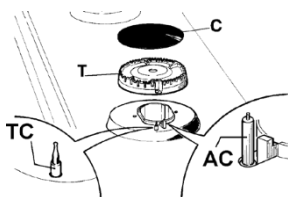
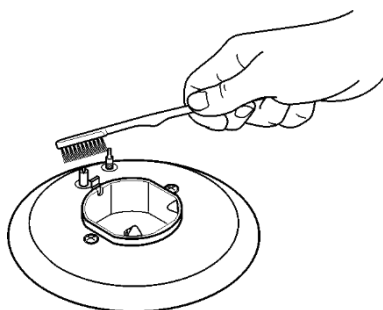

рис. 6
рис. 8
Періодично мийте гарячу плиту, емальовані решітки, емальовані кришки пальників «А», «В» і «С» та коронки пальників «Т» (див. рис. 6-7) в теплій воді з милом. Також слід чистити іскровий запальник «АС» та захист від витoku газу «ТС» (див. рис. 6). Акуратно очистіть їх за допомогою нейлонової щітки, як показано на малюнку (див. рис. 8), і залиште до повного висихання. Не мийте в посудомийній машині. Очищайте елементи кухонної плити, коли вони охолонуть. Уникайте тривалого впливу на емальовані поверхні оцту, кави, солоної води, лимонного та томатного соку – ризик знебарвлення емалі. Не чистіть за допомогою металевих абразивних губок, абразивних порошків або їдких аерозолів.
- Переконайтеся, що отвори коронки пальника «Т» (рис. 6) прохідні.
- Перевірте, чи емальовані кришки пальників «А – В - С» (рис. 6 і 7) правильно / надійно закріплені.